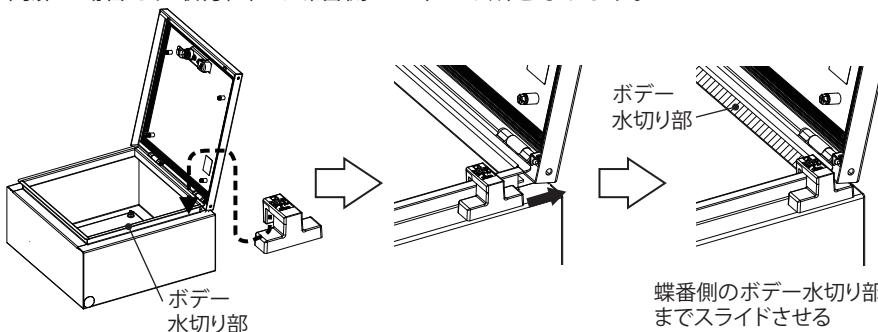

図9 取付方法
- ドアステーをボデーの水切り部に引っ掛けてください。(図 9)
- ドアステーを蝶番側のボデー水切り部までスライドさせてください。(図 9)